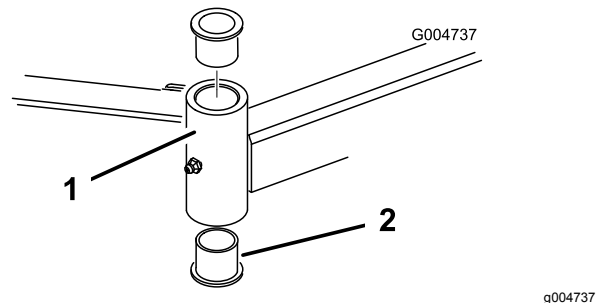

Bild 110
4. Stecken Sie einen Dorn oben oder unten in das Befestigungsrohr und treiben die Büchsen heraus (Bild 110).